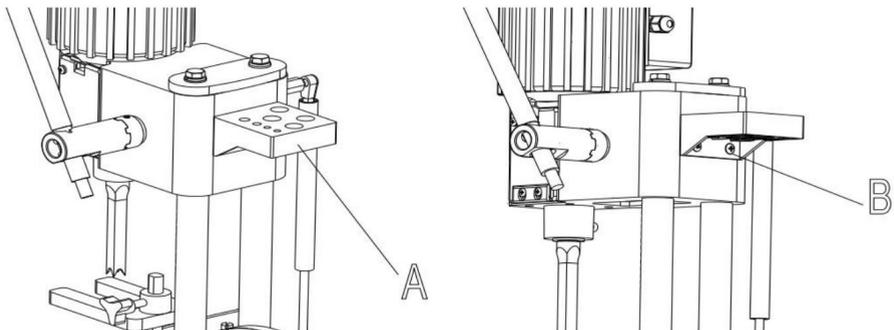

Fig 8
1. Montera verktyget och mejselhållaren (A) Fig 8, på sidan av kolonnen med hjälp av de två M6x1x25mm skruvar (B) och M6 plana brickor enligt bilden.